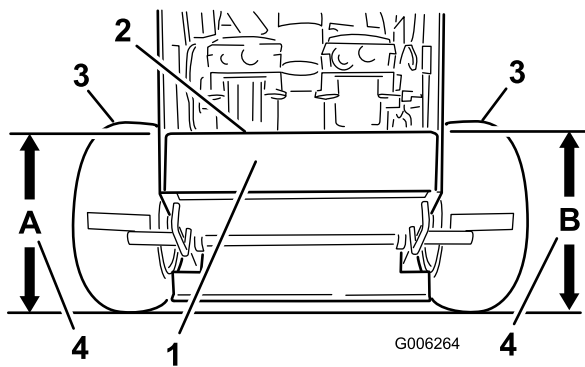

Figura 65
4. Mida la altura de la plataforma del motor en la posición **A** (Figura 65).
5. Mida la altura de la plataforma del motor en la posición **B** (Figura 65).